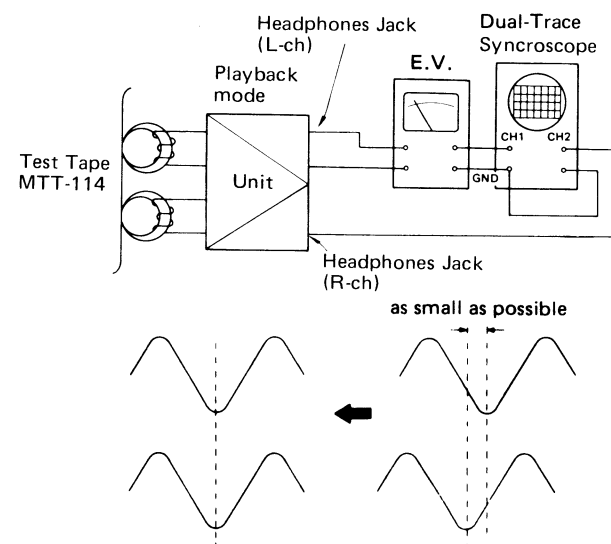

Figure 9 – 2
2. Drücken Sie die Förderwalze mit einer Zuglehre (500g.) an der in Abbildung 9 – 1 gezeigten Stelle, so daß sich von der Antriebsrolle abnehmen läßt. Senken Sie dann langsam die Spannung bis die Förderwalze wieder die Antriebsrolle berührt (d.h. die Förderwalze läßt sich wieder drehen). Stellen Sie sicher, daß die Zuglehre zwischen 260 g und 280 g anzeigt.